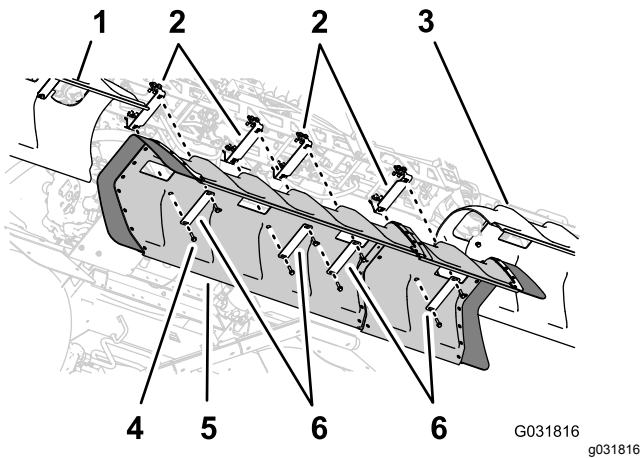

Bild 152
1. Fluchten Sie die Löcher in der mittleren Abschnittsabdeckung mit den Löchern in den Stützhalterungen für die mittlere Abschnittsabdeckung aus (Bild 152).
2. Fluchten Sie die Löcher in den zwei Abdeckungsriemen, die Sie in Schritt 1 in 6 Entfernen der Abdeckung des mittleren Abschnitts (11. Düse) des optionalen abgedeckten Auslegers (Seite 15) entfernt haben, mit dem Schlauch in der Abdeckung und zwei Stützhalterungen aus (Bild 152).
4. Fluchten Sie die Löcher in den zwei Abdeckungsriemen (Toro Bestellnummer 120-0629) mit den vier restlichen Löchern in der Abdeckung und den vier restlichen Löchern in den Stützhalterungen aus (Bild 152).
5. Befestigen Sie die Abdeckungsriemen und die Abdeckung mit vier Bundkopfschrauben (5/16" x 1-1/4"), Toro Bestellnummer 323-36, an den Stützhalterungen (Bild 152).